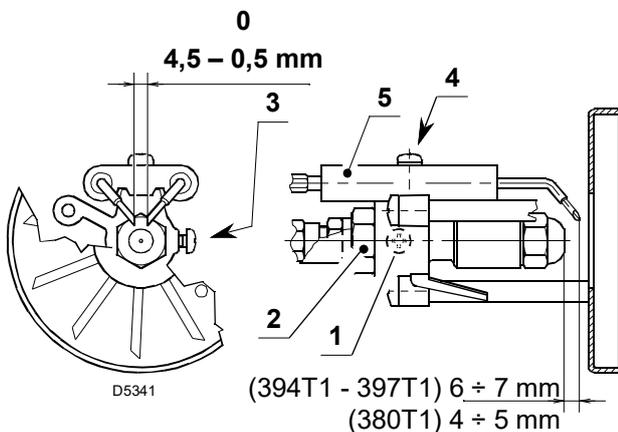
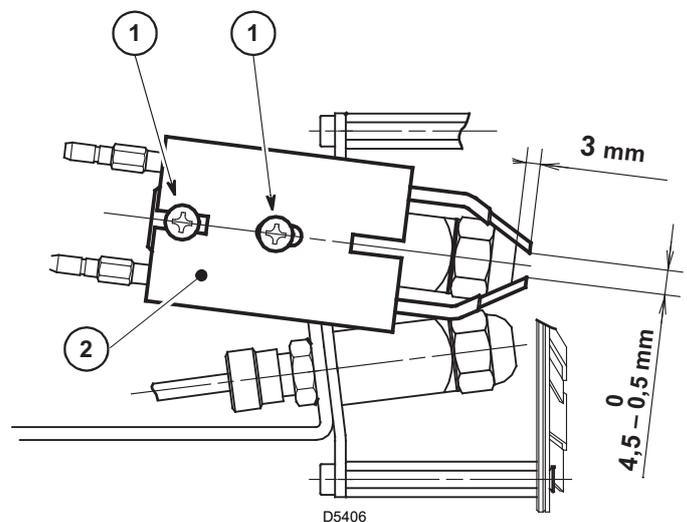

Abb. 11
Abb. 12
Die Abstände in Abb. 11 und Abb. 12 müssen eingehalten werden.
- Den Stauscheibenhalter 1)(Abb. 11) auf den Düsenstock 2) legen und mit der Schraube 3) fixieren.
- Für eventuelle Einstellungen die Schraube 1) lösen und die Elektrodeneinheit 2) versetzen Abb. 12.